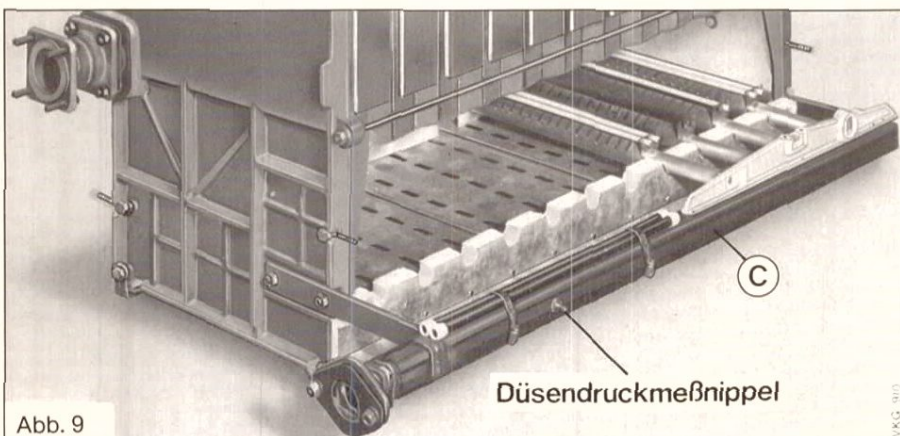

Abb. 9
Verteilerrohr mit Ovalflansch (C) Abb. 9, Seite 8, zur Gasstraßenseite anschrauben und mit Hilfe von zwei oder mehreren hineingelegten Brennerstäben ausrichten (Wasserwaage) und fixieren.